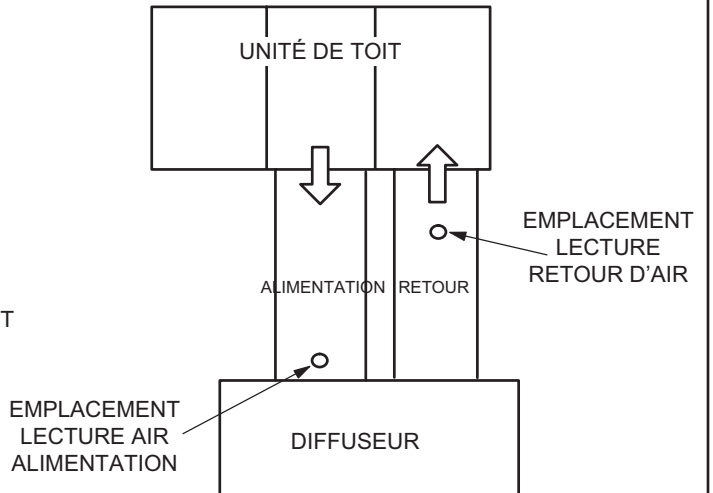

FIGURE 32
- 2 - Avec tous les panneaux d'accès en place, mesurez la pression statique à l'extérieur de l'unité (depuis l'alimentation jusqu'au retour). Les données de rendement du ventilateur sont basées sur les mesures de pression statique réalisées aux endroits indiqués à la FIGURE 32.